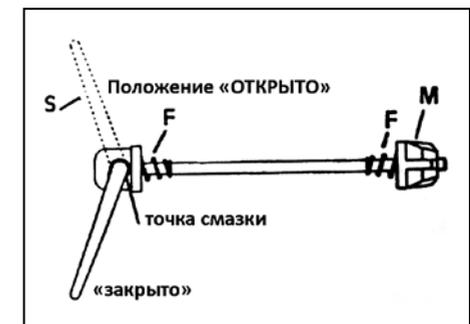

Рис. 11
**Монтаж колеса:** колесо устанавливают в раме или вилке, когда эксцентрик находится в открытом положении. Обе пружины (F) прилегают к раме или вилке стороной с меньшей резьбой. (рис. 11)
**Затяжка:** контргайка (M) вращательным движением прикручивается плотно к раме или вилке. Затем эксцентрик (S) в пол-оборота поворачивают по направлению к риску «ZU» или «CLOSE» («ЗАКРЫТО»). При зажиме на последней четверти оборота